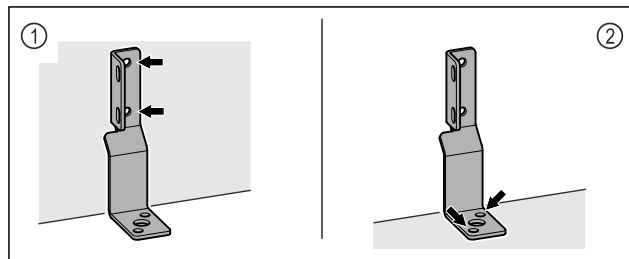

Fig. 8
- Kotni element pritrdite na steno Fig. 8 (1) ali tla Fig. 8 (2).